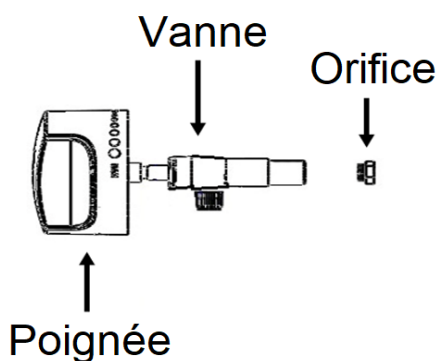

Fig. 3
2. Localisez l'orifice à l'extrémité de la valve et dévissez l'orifice pour la retirer, placez la buse pour le gaz souhaité et serrez avec une clé. (Fig. 3).